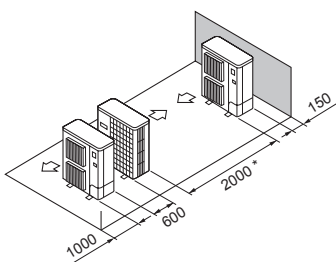

Fig. 2-17
- ⑤ Απλή παράλληλη διάταξη μονάδων (Fig. 2-17)